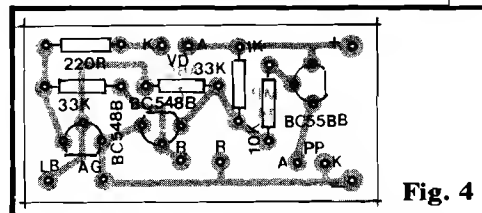

Fig. 4
- **FIG. 4** - Chapeado da montagem (placa vista pelo lado não cobreado, componentes principais já colocados). Os pontos que merecem maior atenção: